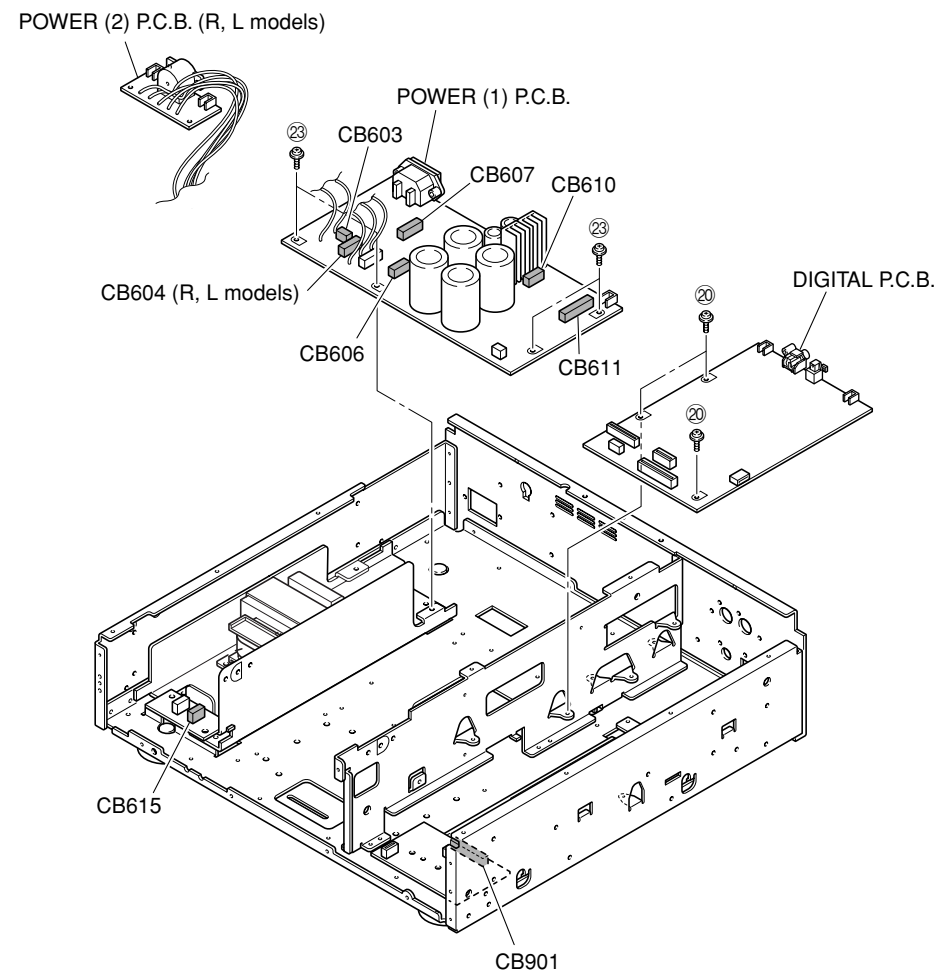
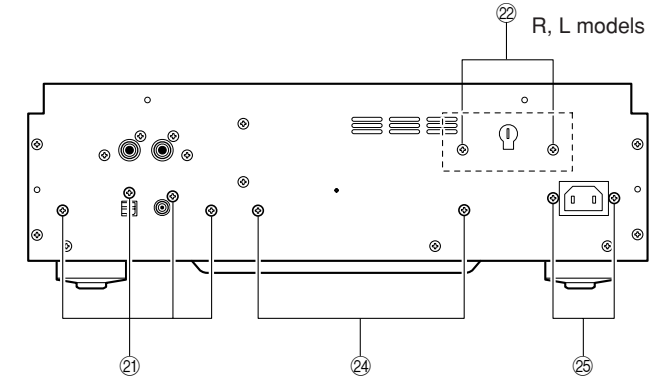

Fig. 8
Fig. 9
- a. Remove 3 screws (20). (Fig. 8)
- b. Remove 4 screws (21). (Fig. 9)
- c. Remove CB610-611 and CB901. (Fig. 8)
- d. Remove the DIGITAL P.C.B.. (Fig. 8)
- a. 20のネジ3本を外します。(Fig. 8)
- b. 21のネジ4本を外します。(Fig. 9)
- c. CB610-611、CB901を外します。(Fig. 8)
- d. DIGITAL P.C.B.を取り外します。(Fig. 8)
8. Removal of POWER (2) P.C.B. (R and L models)
- a. Remove 2 screws (22). (Fig. 9)
- b. Remove the POWER (2) P.C.B.. (Fig. 8)
8. POWER(1) P.C.B.の外し方
- a. 23のネジ4本を外します。(Fig. 8)
- b. 24のネジ2本、25のネジ2本を外します。(Fig. 9)
- c. CB603、CB606-607、CB615を外します。(Fig. 8)
- d. POWER(1) P.C.B.を取り外します。(Fig. 8)
9. Removal of POWER (1) P.C.B.
- a. Remove 4 screws (23). (Fig. 8)
- b. Remove 2 screws (24) and 2 screws (25). (Fig. 9)
- c. Remove CB603, CB606-607, CB615 and CB604 (R, L models). (Fig. 8)
- d. Remove the POWER (1) P.C.B.. (Fig. 8)